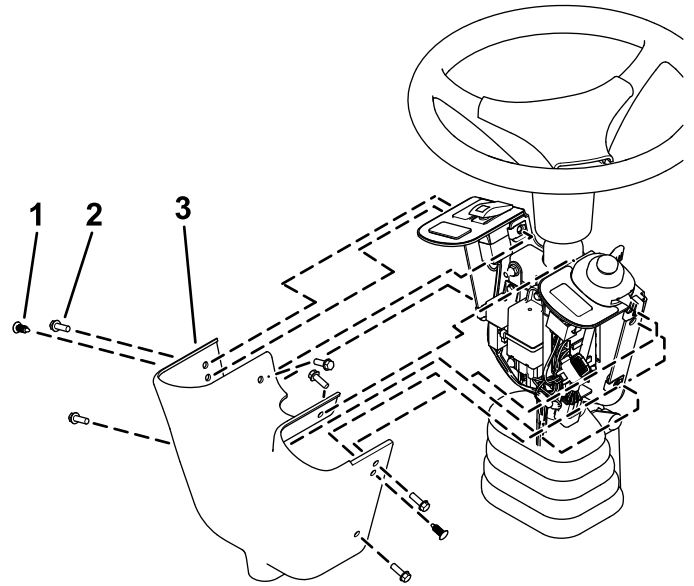

Figure 13
16. Fixez le couvercle de commande sur le support de commutateur à l'aide de 2 rivets poussoir et de 6 vis à tête hexagonale ($\frac{1}{4}$ " x $\frac{3}{4}$ "), comme montré à la Figure 13.